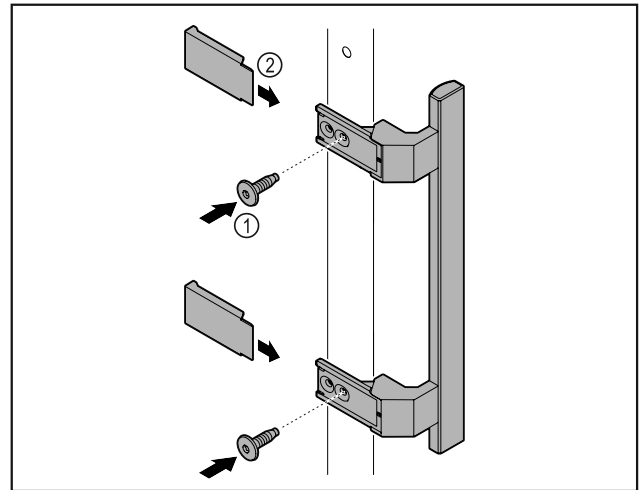

Fig. 2
- ▶ Τοποθετήστε τη λαβή από τη συσκευασία με τις βίδες Fig. 2 (1) στην πόρτα.
- ▶ Τοποθετήστε το κάλυμμα Fig. 2 (2).